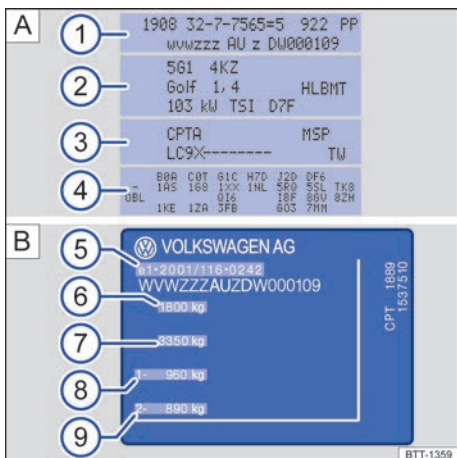

Fig. 282 A Adhesivo portadatos del vehículo. B Placa de modelo (representaciones esquemáticas).
El adhesivo portadatos del vehículo → fig. 282 A va pegado en el lado interior de la cubierta de este manual de instrucciones y en la pared trasera del maletero, detrás del guarnecido. En él figuran los siguientes datos:
- ① Número de identificación del vehículo (número de bastidor)
- ② Tipo de vehículo, potencia del motor y caja de cambios
- ③ Letras distintivas del motor y del cambio, referencia de la pintura, equipamiento interior. En el ejemplo, las letras distintivas del motor son "CPTA" → fig. 282.
- ④ Equipamientos opcionales, números PR
La placa de modelo → fig. 282 B se encuentra en la parte inferior del montante de la puerta del conductor. Se ve abriendo esta puerta. Los vehículos destinados a determinados países no llevan placa de modelo.